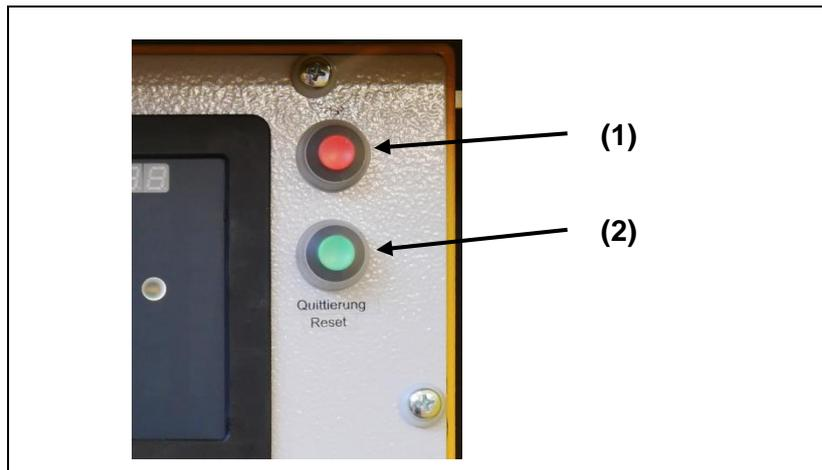

Abb. 5-2: Isolationsüberwachung mit E-MCS 4.0
2. Drücken Sie den Testknopf (siehe Abb. 5-2-(1))
3. Drücken Sie nach erfolgter Prüfung den Reset-Taster (siehe Abb. 5-2-(2)), um die Fehlermeldung zu quittieren.
1. Drücken Sie den Reset-Taster (siehe Abb. 5-2-(2)), um die Fehlermeldung zu quittieren.
3. Drücken Sie den Testknopf (siehe Abb. 5-2-(1))